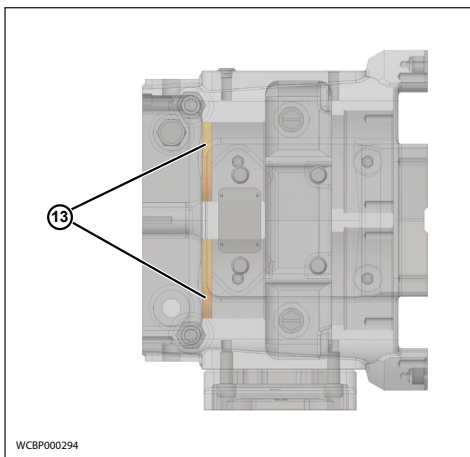

Abbildung 75 - Hintere Öldichtungen ausbauen
8. Drücken Sie die beiden hinteren Öldichtungen im Getriebegehäuse (Abbildung 75, Pos. 13) heraus und entsorgen Sie sie.